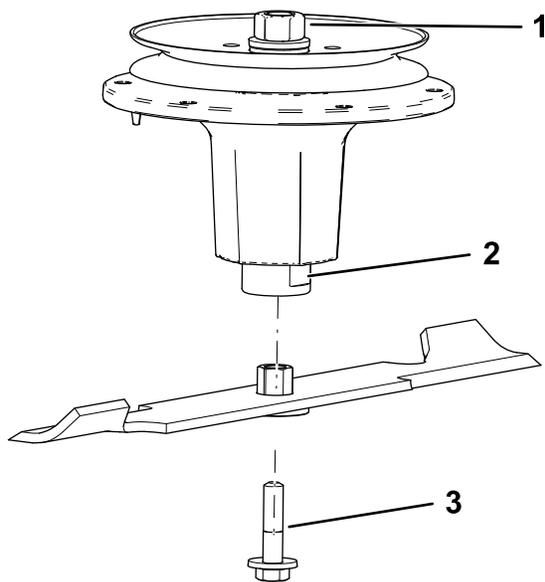

Figure 81
- Installez l'ensemble douille et lame sur l'axe de pivot (**Figure 81**).